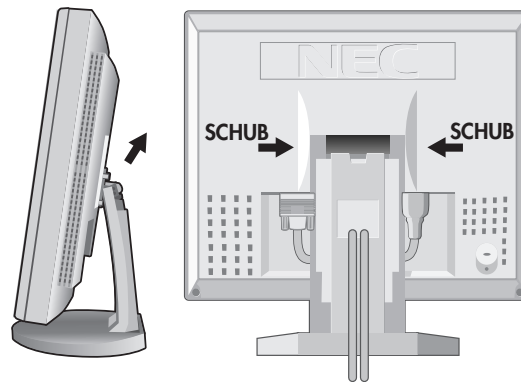

Figure R.1
1. Entfernen Sie die Verbindungsstecker-Decke, Scharnier-Decke, und Kabel-Decke (**Figure R.1**).